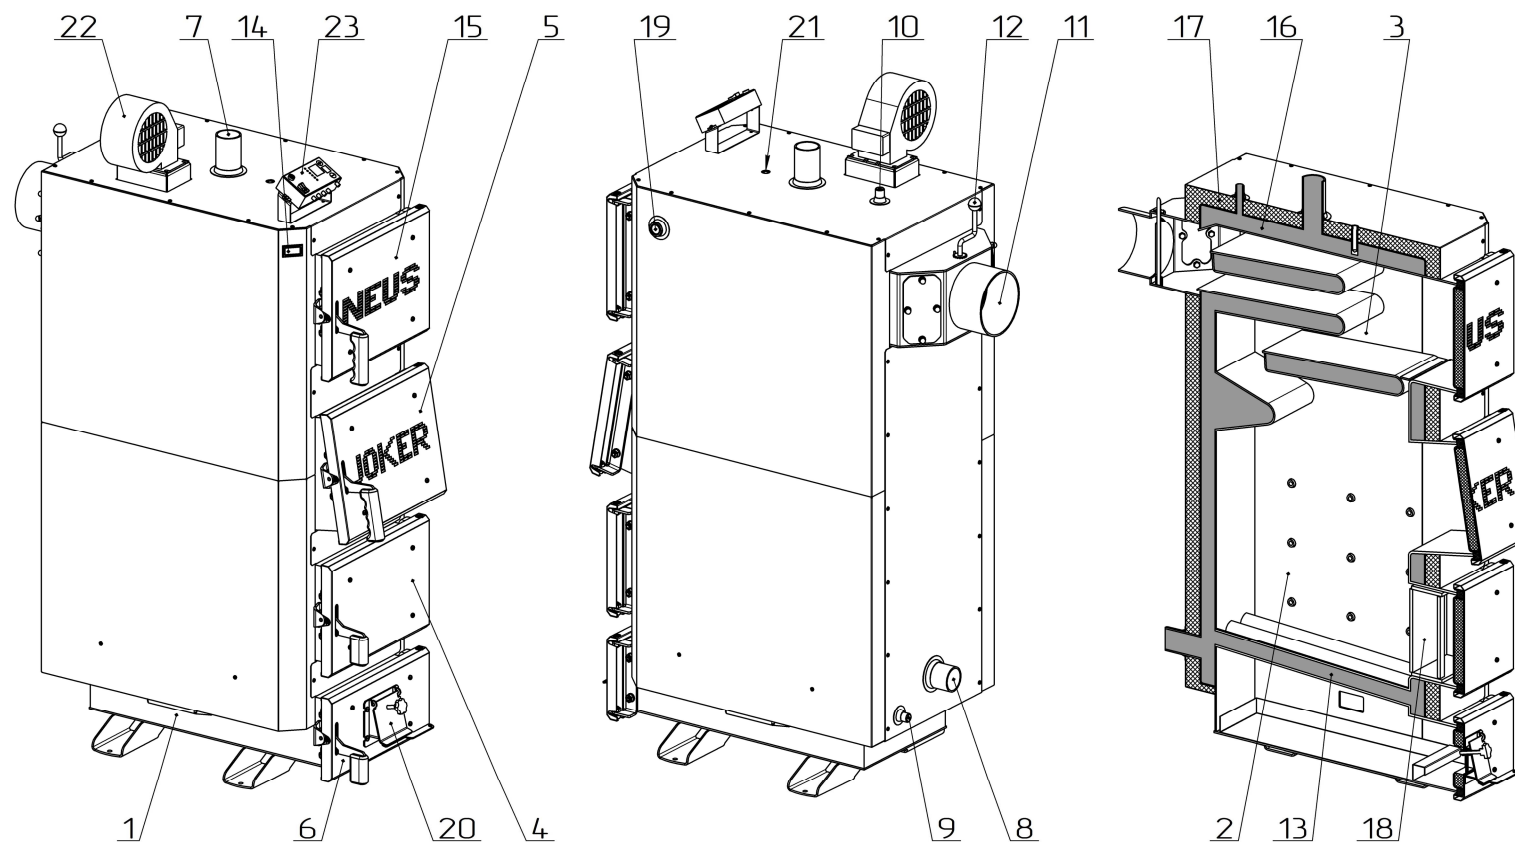

Рисунок 2 – Основні елементи котла Неус-Джокер (Неус-Джокер-Плюс)
Конструктивно котел являє собою збірно-зварену конструкцію, що складається з корпусу (поз. 1, рис. 2) з камерою згоряння (топкою) (поз. 2, рис. 2). Конвекційна частина котла складається з трьохходового теплообмінника (поз. 3, рис. 2), який розташований безпосередньо над топкою.
Корпус котла виконаний в формі паралелепіпеду з подвійними стінками, які розділені водними перегородками (поз. 16, рис. 2). На зовнішній поверхні корпусу під декоративною обшивкою закріплена теплова ізоляція. (поз. 17, рис. 2).
Паливо для процесу спалення завантажується на колосникові ґрати (поз. 13, рис. 2) крізь завантажувальні дверцята (поз. 5, рис. 2). Згоряння палива в топці відбувається за участю повітря, яке постачається наступним чином:
- у котлі Неус-Джокер – крізь вікно клапана подачі повітря (поз. 20, рис. 2), що закривається кришкою, під колосникові ґрати. Кількість повітря, необхідного для процесу згоряння, регулюється механічним регулятором тяги, який шляхом натягу або послаблення ланцюга керує положенням кришки клапана. **Регулятор тяги не входить до комплекту поставки котла.**
- у котлі Неус-Джокер-Плюс – під колосникові ґрати та безпосередньо у топку припливним вентилятором (поз. 22, рис. 2). Кількість повітря, необхідного для процесу згоряння, регулюється автоматично контролером (поз. 23, рис. 2);
Для монтажу вентилятора необхідно використовувати спеціальний фланець, розміщений на верхній стінці корпусу котла (див. рис. 2). Також можна встановлювати вентилятор на дверцятах (поз. 6, рис. 2) замість клапана подачі повітря (поз. 20, рис. 2).
Підведення і відведення теплоносія здійснюється відповідно через патрубки зворотної мережної води (поз. 8, рис. 2) і прямої мережної води (поз. 7, рис. 2).
Топочні гази виходять у димохід крізь боров (поз. 11, рис. 2), розташований у задній частині котла. Боров обладнано вбудованим дросельним клапаном продуктів згоряння – шибером (поз. 12, рис. 2). У випадку надто високої тяги у димоході шибер дає можливість її знизити шляхом часткового перекидання вихідного отвору борова.
У верхній частині корпусу котла розташований штуцер для встановлення запобіжного клапана котла (поз. 10, рис. 2).
На задній стінці корпусу у нижній її частині розміщено штуцер для зливу води з котла (поз. 9, рис. 2).
Ревізійний дверцята (поз. 6, рис. 2), що розташовані на передній стінці котла, необхідні для можливості спорожнення підколосникової зони.
Для чищення конвекційної частини котла передбачені дверцята (поз. 15, рис. 2).